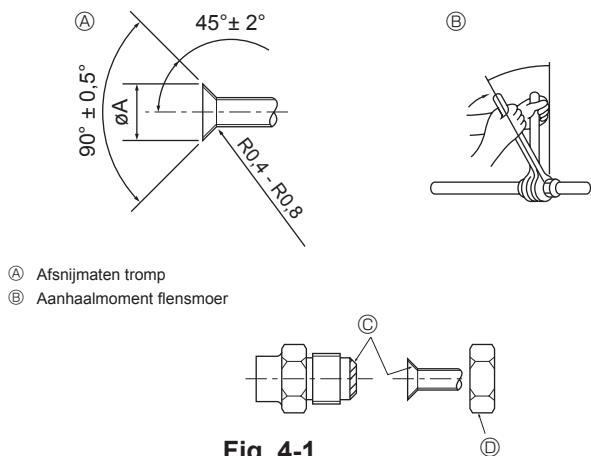

Fig. 4-1
③ (Fig. 4-1)
④ (Fig. 4-1)
4.2. Aansluiten van de pijpen (Fig. 4-1)
- Doe een dun laagje koelmachineolie op de leiding en het aansluitingsoppervlak voordat u de "flare"-moer vastdraait. ④
- Draai met gebruik van 2 pijptangen de aansluitende leidingen vast. ⑤
- Breng koelolie aan op de aansluitingsoppervlakken. ⑥
- Gebruik de flensmoeren voor de volgende pijpafmetingen. ⑦